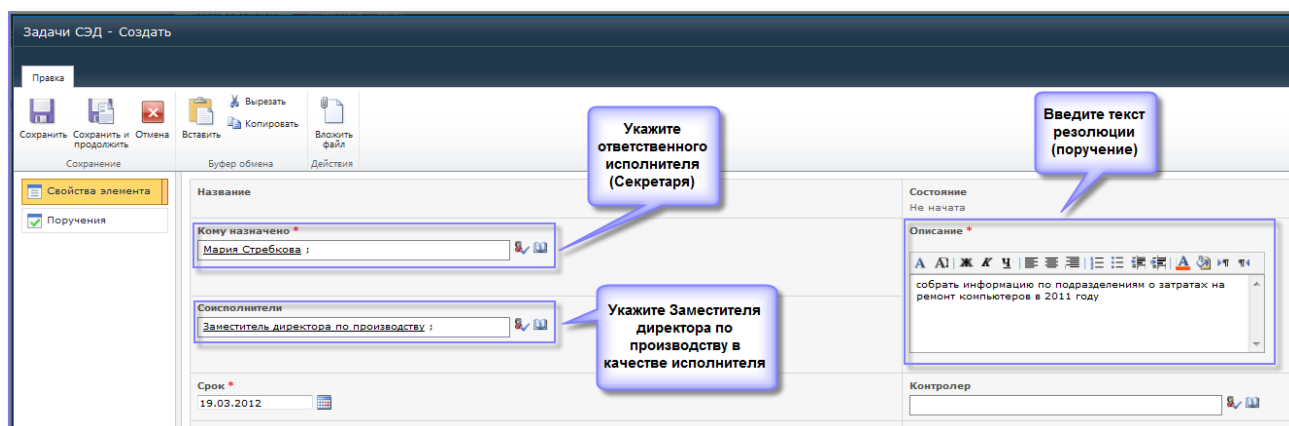

Рисунок 7. Заполнение реквизитов поручения
3. Заполняет реквизиты поручения, нажимает кнопку «Сохранить и продолжить» (Рисунок 7);